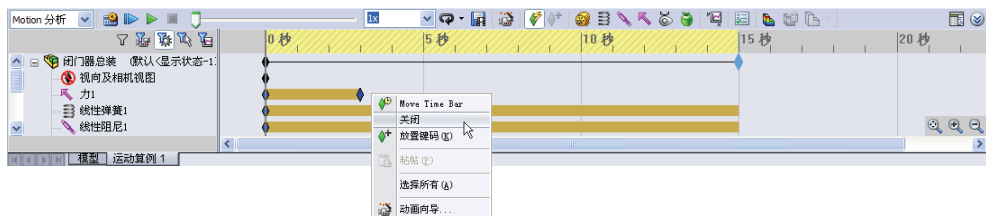

图 8-49 键码点调整操作
STEP 5 在操控面板“键码区”中, 拖动顶部键码到 15s 的位置, 将整个动画的时间延长到 15s, 再在“力”元素对应的键码区 3s 处右击, 在弹出的快捷菜单中选择“关闭”菜单项, 将推门力的作用时间限制为 3s, 如图 8-49 所示。